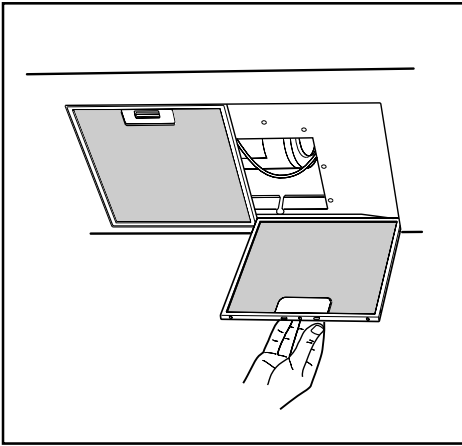

Fig.6
- Minimums distancen mellem kogeoverfladen, målt fra selve kogepladerne, og den nederste del af emhætten, skal være mindst 65 cm. Hvis der anvendes et forbindelsesrør bestående af to eller flere dele, skal den øverste del placeres uden på den nederste. Tilslut ikke udledningen fra emhætten med et rør, hvori der cirkulere varm luft eller som anvendes til at udløse røg fra apparater, der ikke bruger elektrisk energi. Inden man begynder monteringen fjernes filtret (Fig.6) for at gøre håndteringen af apparatet lettere.